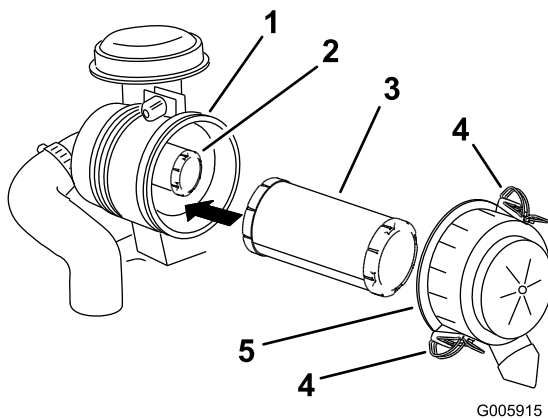

Figura 49
3. Abra los cierres del limpiador de aire y tire de la tapa del limpiador de aire para separarla del cuerpo del limpiador de aire (Figura 49).
5. Extraiga con cuidado el filtro primario del cuerpo del limpiador de aire (Figura 49).
2. Si va a cambiar el filtro interno, deslícelo cuidadosamente en el cuerpo del filtro (Figura 49).
3. Deslice cuidadosamente el filtro primario por encima del filtro interno (Figura 49).
5. Sujete la tapa con los enganches (Figura 49).